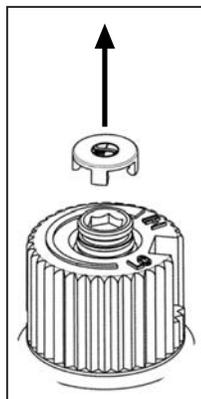

Figure 20:
- Enlevez le chapeau de protection noir du boutons HI/LO (voyez Figure 20).
h) Re-fixez le capuchon de protection noir qui a été supprimé à l'étape a (Figure 20).